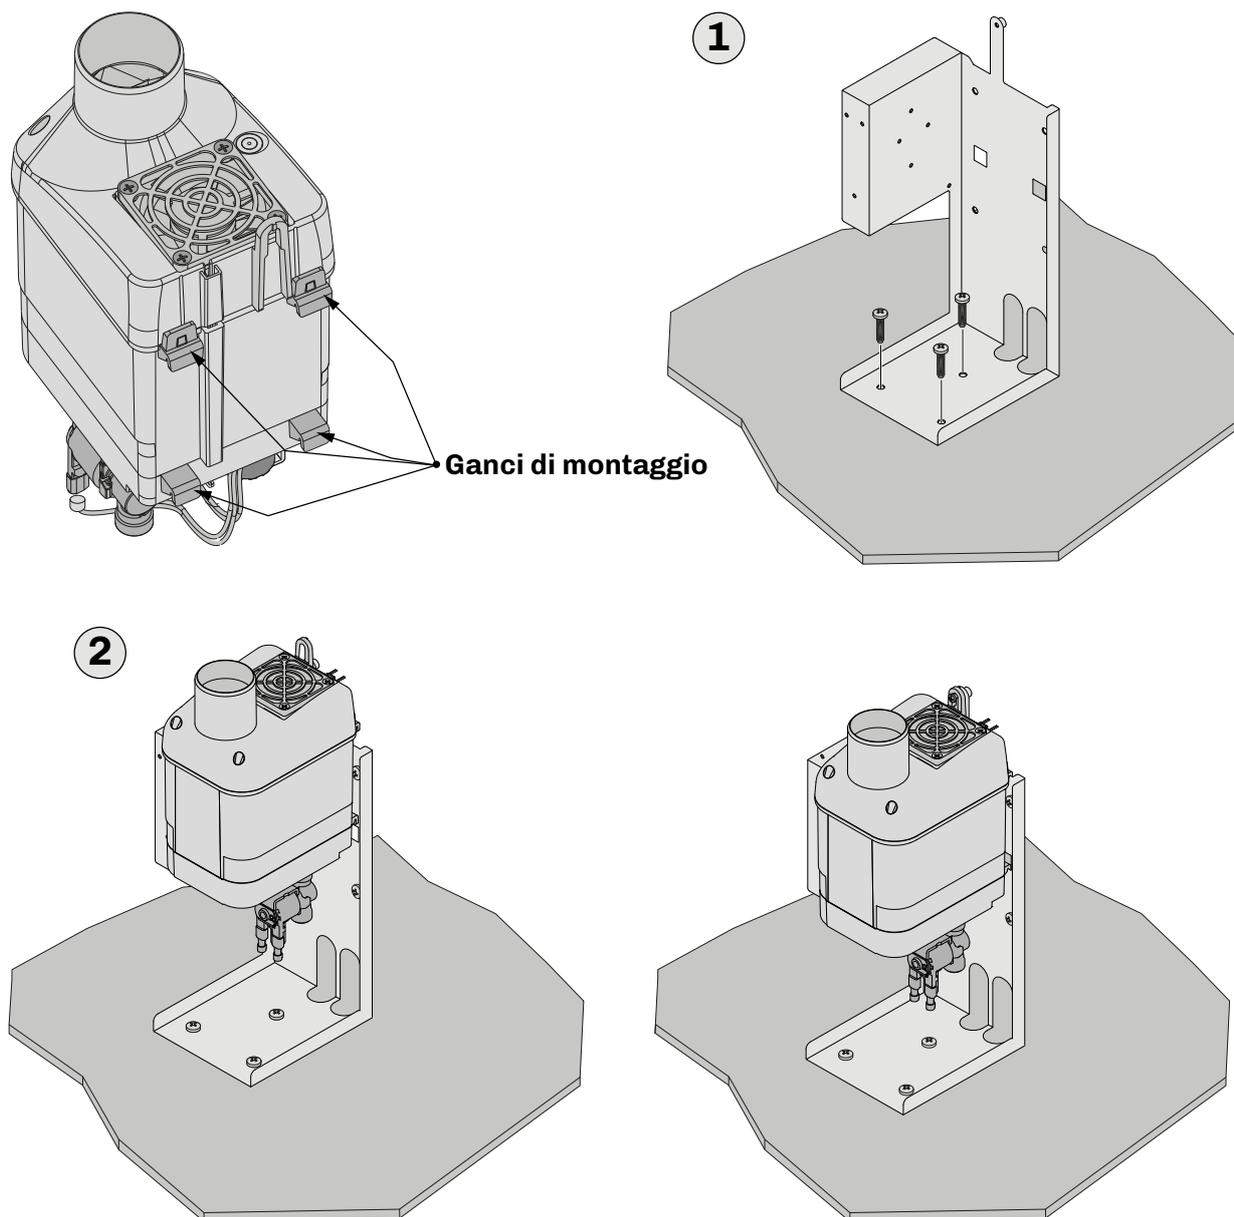

Fig. 10. Istruzioni di montaggio box su base d'appoggio
- Fissare il box alla base seguendo le istruzioni riportate nell'immagine "**FIG. 10. ISTRUZIONI DI MONTAGGIO BOX SU BASE D'APPOGGIO**" A PAGINA 22 e le dimensioni dei fori e del box riportate nel sottocapitolo "**4.3.2 DIMENSIONI MISTRAL CON BOX**" A PAGINA 15 (1);
- Agganciare l'umidificatore **Mistral** al box, assicurandosi che sia ben fissato (2);